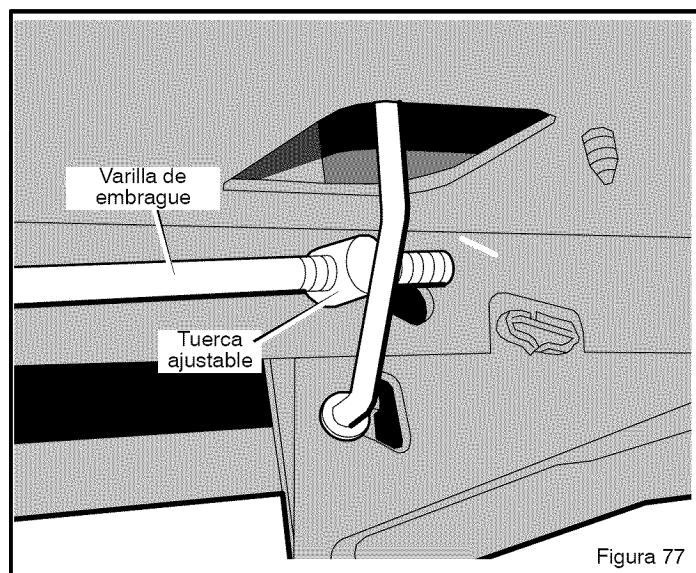

Figura 77
1. Retire la chaveta y la arandela de la **tuerca ajustable** (Figura 77).